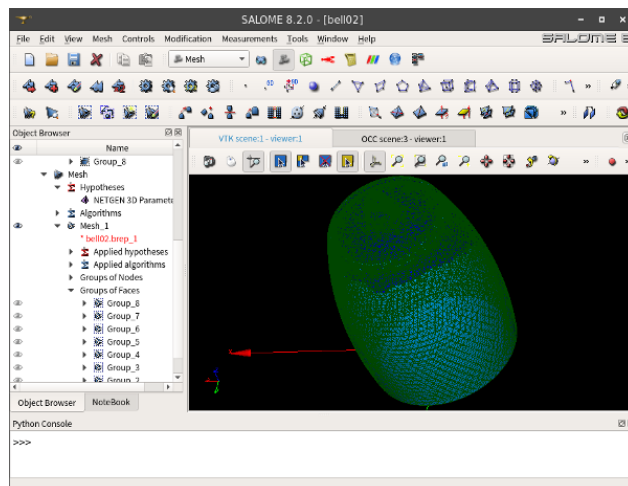

Figure 12: 12
- 매쉬가 성공적으로 생성된 후, Figure 12와 같이 상태를 확인해 보자.